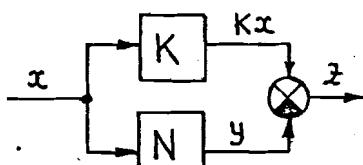

Рис.5
6. Настройте нелинейный блок по схеме рис. I при $U_1 = 0$, $U_2 = 2$, $U_3 = 5$. Предскажите результирующую статическую характеристику, если этот блок соединить параллельно с усилителем $K = 2,5$ по схеме рис. 5. Проверьте результат моделированием. Что будет, если усилитель и нелинейный блок поменять местами? Исследуйте влияние коэффициента усиления K на вид результирующей характеристики ($K = I; 2,5; 5$).
7. Настройте нелинейный блок по рис. I при $U_1 = 2$, $U_2 = \infty$, $U_3 = \infty$, $t_{g\alpha} = 2,5$. Предскажите результат, если этот блок соединить параллельно с усилителем $K = 2,5$ по схеме рис. 5. Проверьте моделированием. Поменяйте местами усилитель и нелинейный блок, зарисуйте характеристику соединения. Исследуйте влияние коэффициента усиления K на зависимость $\dot{x}(x)$ ($K = I; 2,5; 5$).